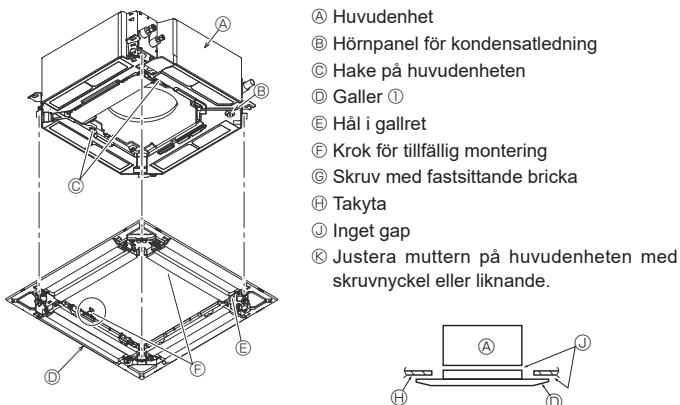

Fig. 9-6
9.4.2. Tillfällig montering av gallret (Fig. 9-6)
- Sätt fast gallret på huvudenheten genom att dra åt de förmonterade skruvorna. (Fig. 9-6)
Kontrollera att det inte finns några gap mellan huvudenheten och gallret eller mellan gallret och taktytan. (Fig. 9-6)